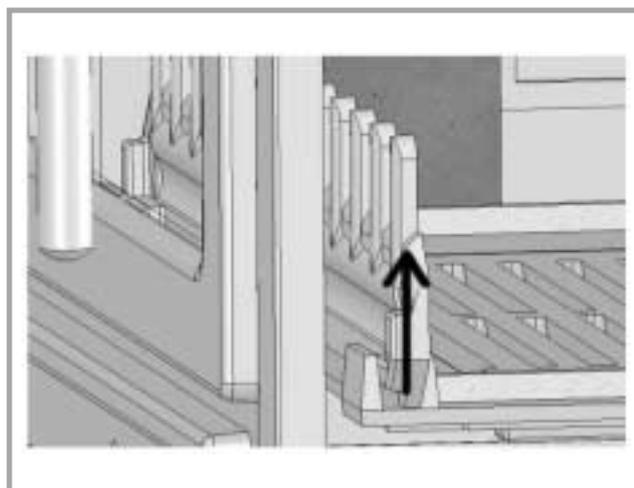
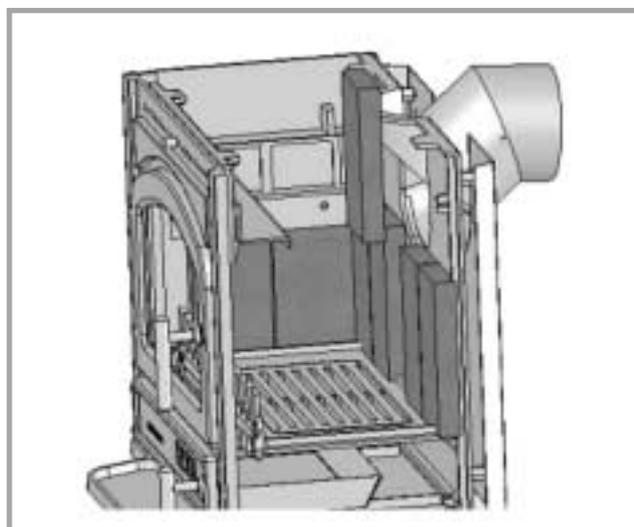
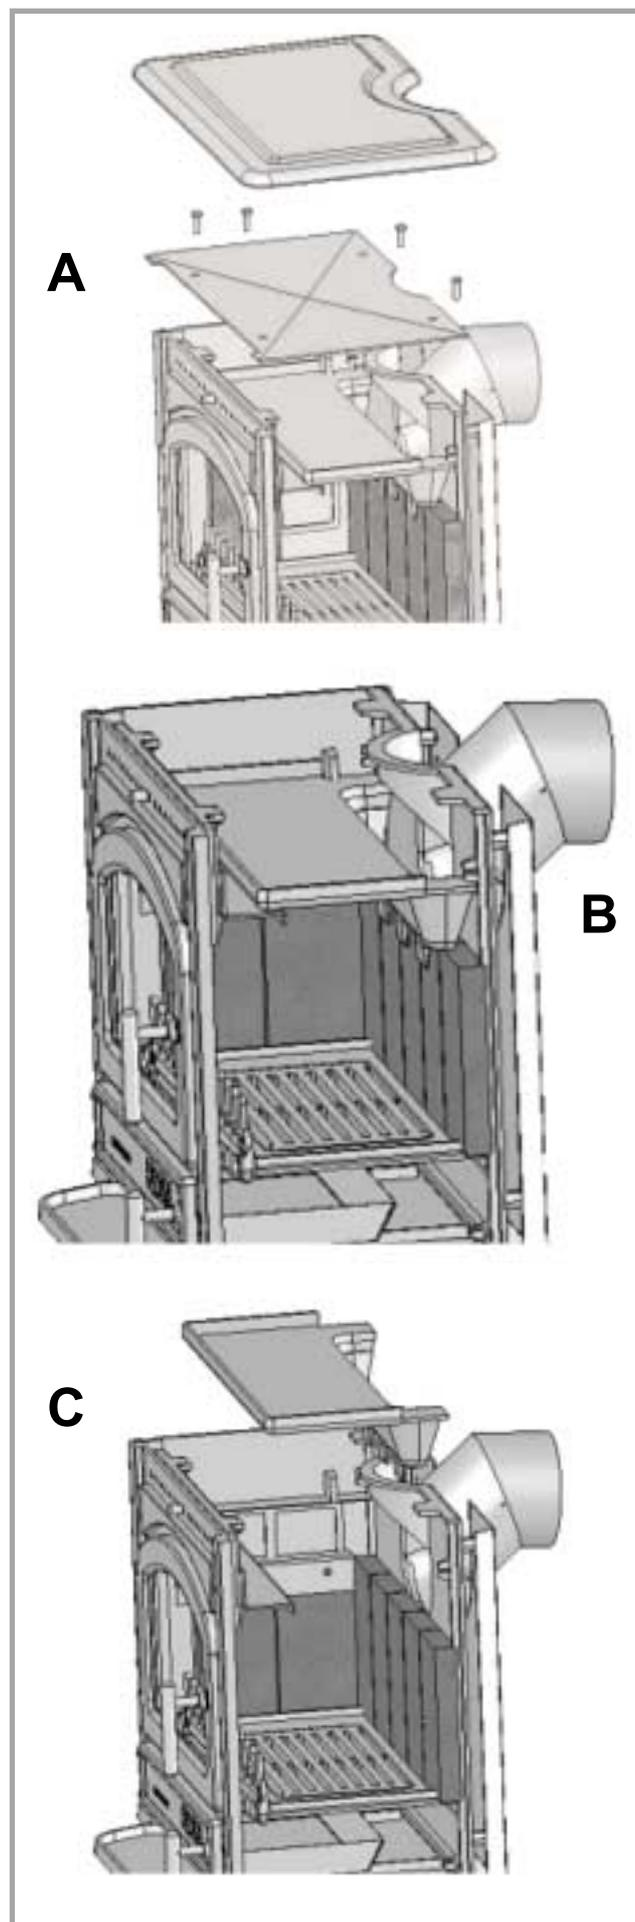

Figure 8 - Dépose de la grille
Figure 9 - Dépose des briques
Figure 10 - Démontage de la chicane
- Déposer préalablement la grille de face (fig. 8, p 8), les briques de foyer (fig. 9, p 8), et la chicane (fig. 10, p 9).
- Déposer préalablement la grille de face (fig. 8), les briques de foyer (fig. 9), la chicane (fig. 10 p 9).
Soulever le dessus du poêle (fig. 10 A),
Retirer les 4 vis maintenant la plaque en tôle (fig. 10 A),
Soulever la tôle (fig. 10 A),
Retirer la chicane en soulevant d'abord le devant puis l'arrière (fig. 10 B et C).
- Déposer préalablement la grille de face (fig. 8), les briques de foyer (fig. 9), la chicane (fig. 10).